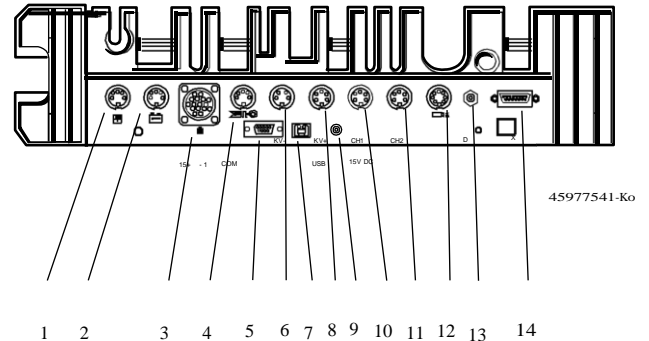

Рис. 4. Панель разъемов FSA 740:
2. Подключить датчики к соответствующим гнездам измерительного модуля (см. рис. 4). Токовые щупы на 30 А и на 1000 А, а также кабель с адаптером (номер заказа 1 684 465 513) подключаются только в случае необходимости.